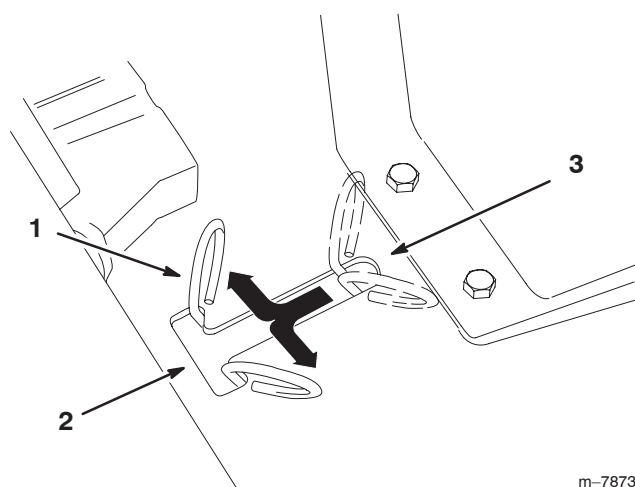

Figure 13
3. Relevez le siège pour accéder aux leviers de dérivation (Fig. 13).
4. Déplacez les deux leviers de dérivation en avant puis vers l'extérieur pour les bloquer en position, comme illustré à la Figure 13.
Déplacez les leviers de dérivation vers l'intérieur puis tirez-les en arrière jusqu'au bout de la fente (Fig. 13).